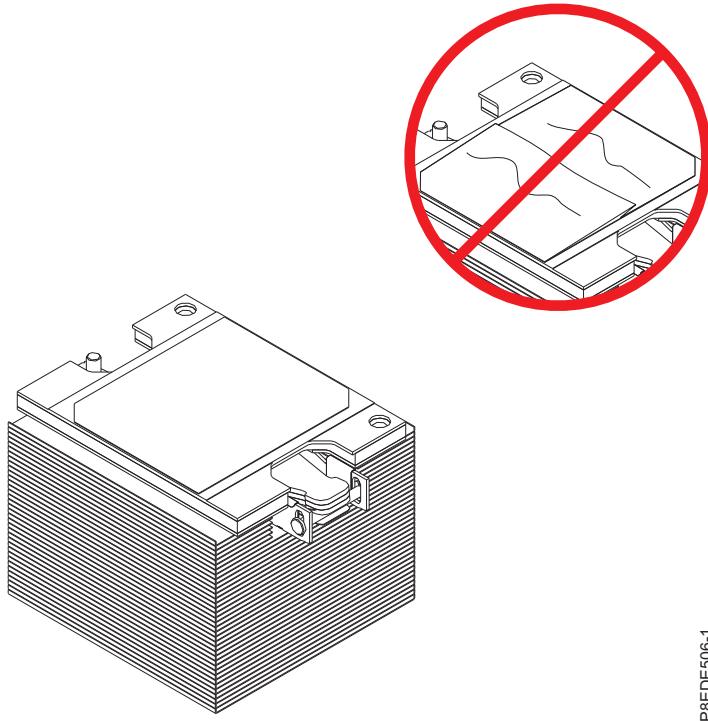

図 16. 熱伝導材料の検査
5. 熱伝導材料 (TIM) を調べて、目に見える損傷がないか確認します (18 ページの図 16 を参照)。